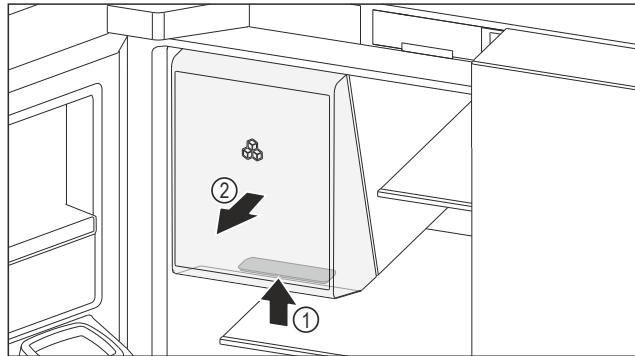

Fig. 166 Buz saklama rafını çıkartma
- Altındaki buz saklama rafındaki tutma çukurunu Fig. 166 (1) tutun ve aynı anda buz saklama rafını öne doğru çekip çıkarın Fig. 166 (2).